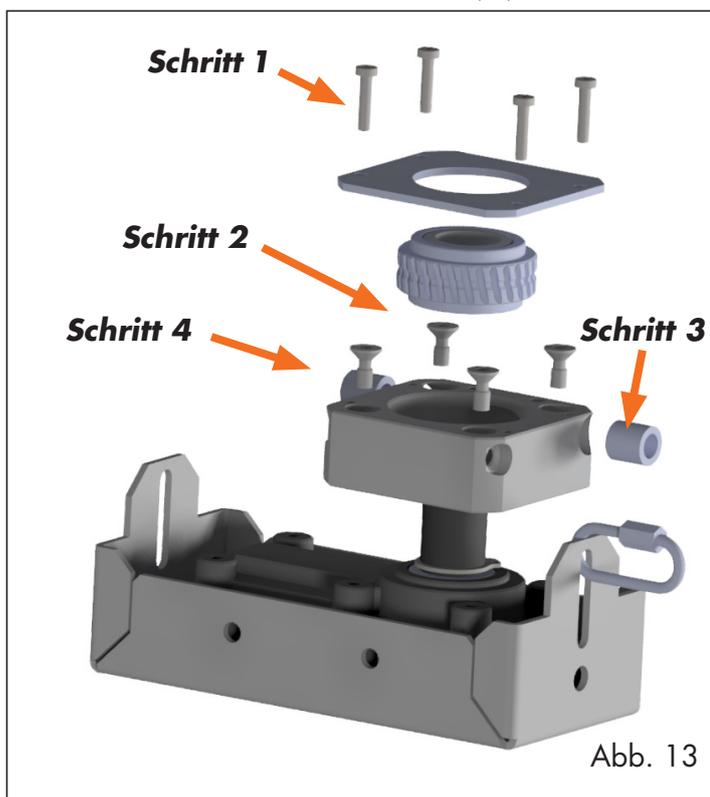

Abb. 13
**Schritt 1:** Die vier Befestigungsschrauben des Deckels lösen und den Deckel abnehmen (siehe Abb. 13).